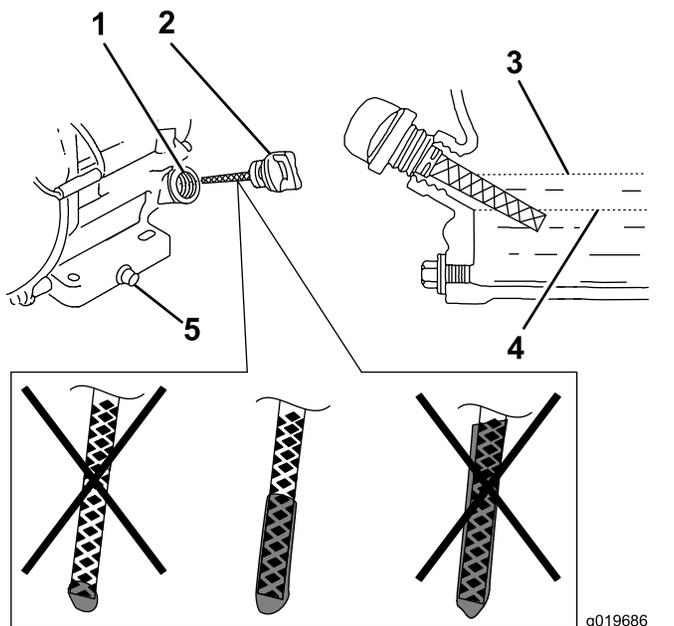

Figure 28
6. Ressortez la jauge et contrôlez le niveau d'huile moteur (Figure 28).